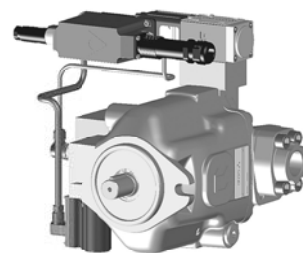

图7
- \* 用于变量轴向柱塞泵的新放大器E-RI-PES（见图7）集成了数字压力和流量控制（见以上内容）并带电子最大功率限制功能。液压轴运动时，多套PID参数可以通过12芯插头（对选项/S）或通过-BC或-BP接口（对选项/Z）实时选取，以提高P/Q控制性能。